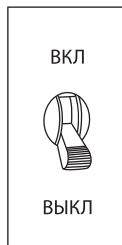

рис. 7
- Переведите топливный кран в положение «Открыто» (рис. 7).